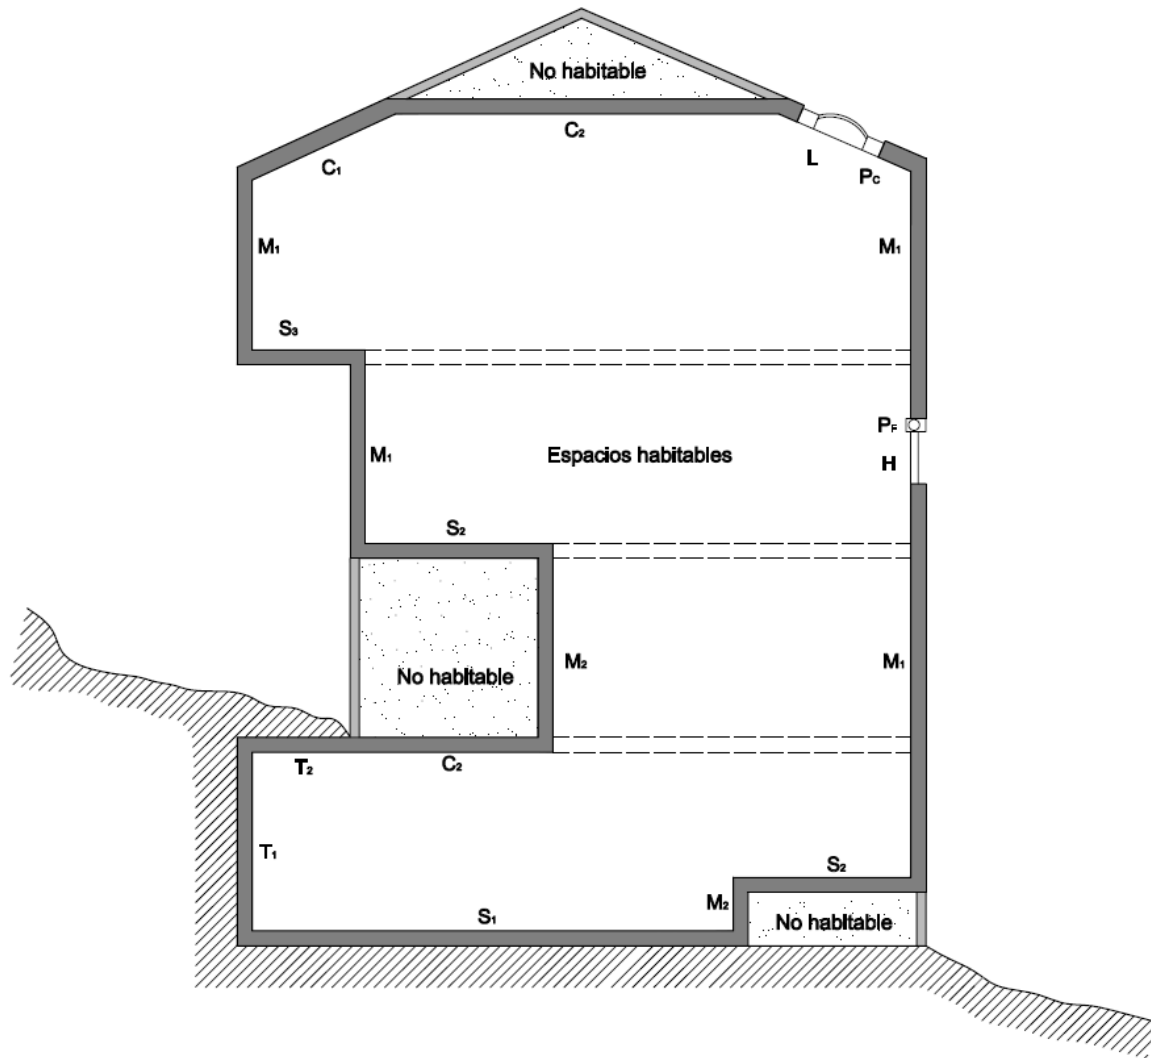

Figura 3.2 Esquema de *envolvente térmica* de un edificio
1. La *envolvente térmica* del edificio, como muestra la figura 3.2, está compuesta por todos los *cerramientos* que limitan *espacios habitables* con el ambiente exterior (aire o terreno u otro edificio) y por todas las *particiones interiores* que limitan los *espacios habitables* con los *espacios no habitables* que a su vez estén en contacto con el ambiente exterior.